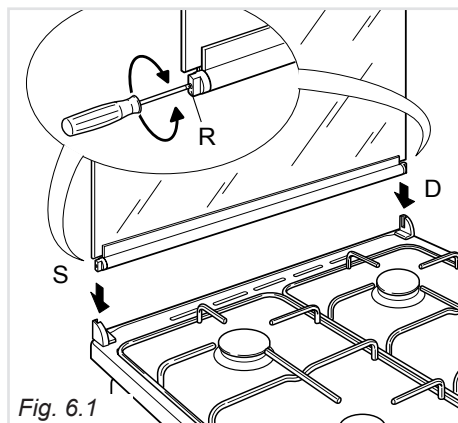

Fig. 6.1
- nella sede destra deve essere montata la cerniera con la stampigliatura "D" mentre nella sede sinistra la cerniera con la stampigliatura "S" (fig. 6.1)
Eventualmente registrare la taratura delle molle delle cerniere ruotando le viti "R" in senso orario (fig. 6.1).